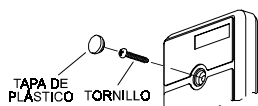

Figura 4. Cierre de la tapa frontal
A. Quite el tornillo y la tapa frontal (vea figura 4). La tapa redonda de plástico se suministra por separado en una pequeña bolsa de plástico.